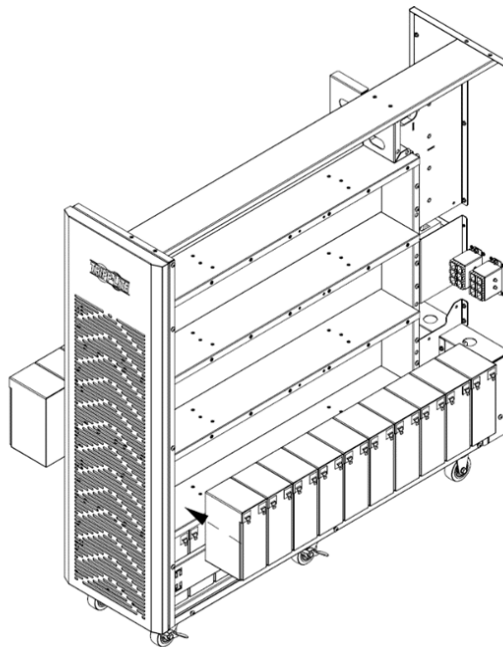

Figura 5-8B
9. Instale otros 10 módulos de baterías en la capa inferior (L2-B, serie negativa del grupo 2). Asegúrese de mantener los lados de las terminales de todas las baterías hacia arriba (Figura 5-8B).